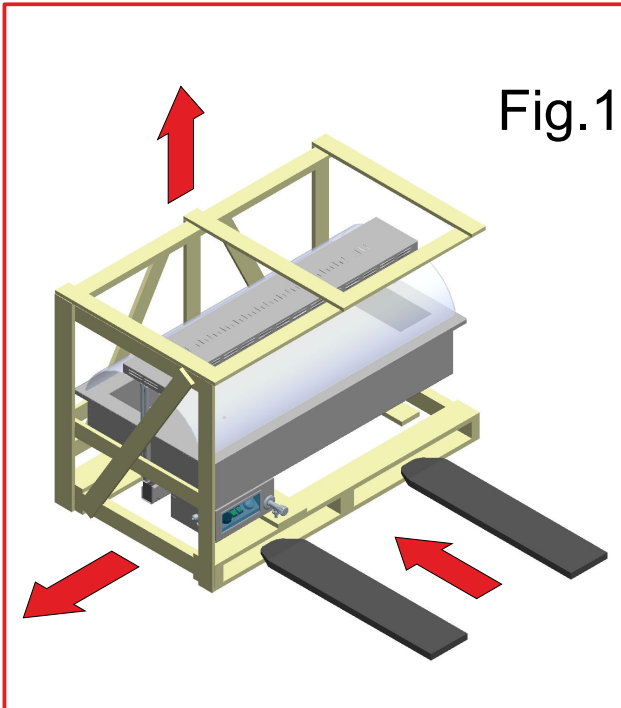

Fig.1
1. Schiodare le tavole di legno, prestando attenzione ai chiodi. 2.Togliere i cristalli e le buste posti sul piano. 3.Infilare le forche del sollevatore fra apparecchiatura e pallet o cassa (Fig.1), facendo attenzione a non danneggiare il cavo d'alimentazione. 4.Solleverare l'apparecchiatura 5.Eliminare il pallet o cassa. 6.Posare l'apparecchiatura su un piano livellato orizzontale. 7.Fare attenzione a non lasciare niente nell'imballo prima di buttarlo. 8.Separare i materiali dell'imballaggio secondo la composizione in modo da facilitarne lo smaltimento.